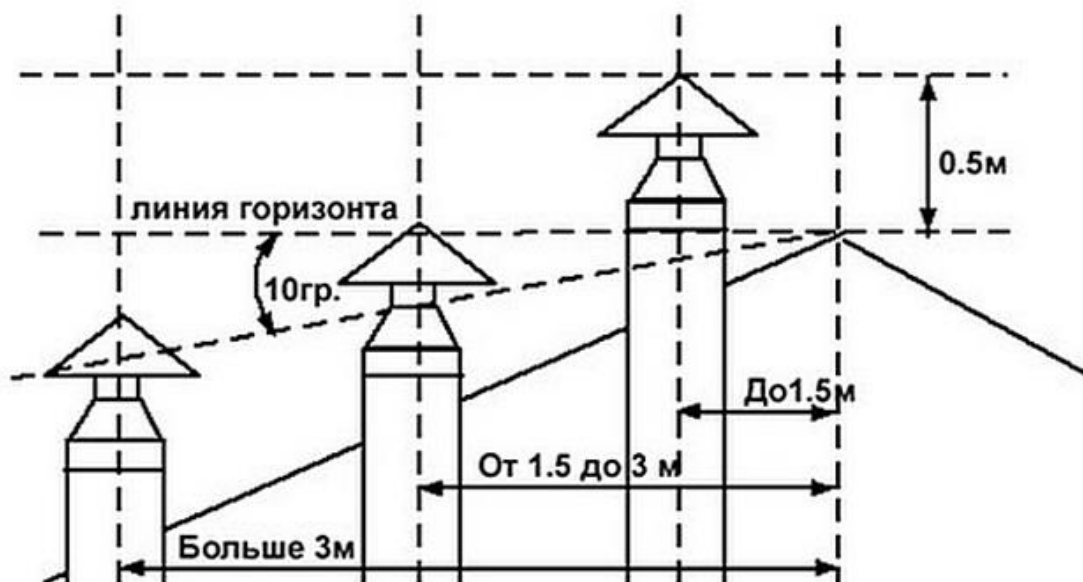

Рисунок 7 — Схема размещения дымоходов.
9.3.4 Высоту дымохода можно рассчитать, используя рисунок 7.